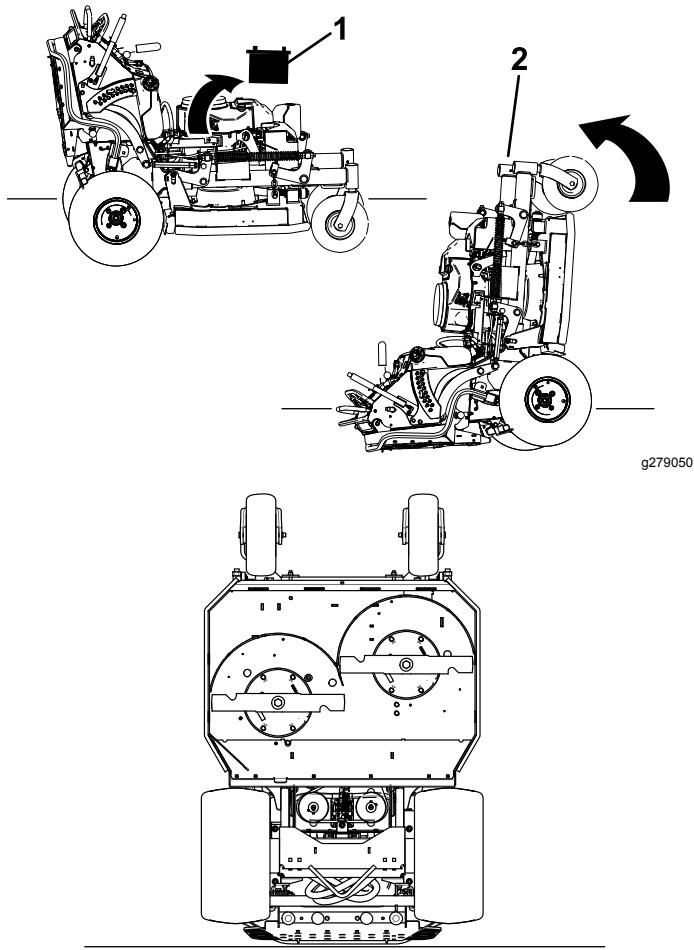

図 29
7. 二人がかりで機械の前部を持ち上げ、プラットホームを上位置にした状態で駆動輪で機体を支えた状態にセットする図 29。